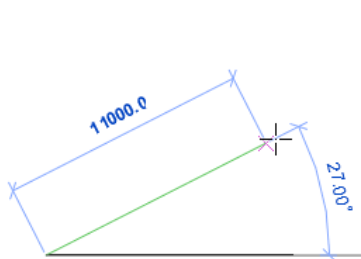

图 2-11 直线参数
(2) 在视图区中指定直线的起点，按住鼠标左键开始拖曳，直到直线终点放开。视图中绘制显示直线的参数，如图 2-11 所示。